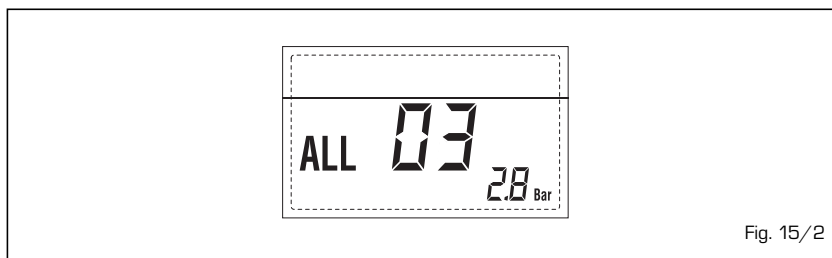

Fig. 15/2
- **ANOMALÍA SONDA IDA CALEFACCIÓN "ALL 05" (fig. 15/4)**